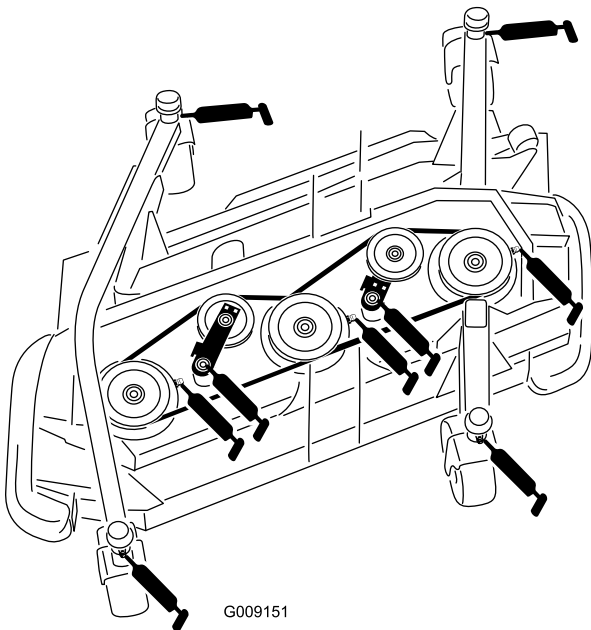

Bild 91
- Vier Laufradgabel-Wellenbüchsen (Bild 91)
- 3 Spindelwellenlager (im Spindelgehäuse), siehe Bild 91 .
- 2 Spannscheibenarm-Drehbüchsen (die sich auf der die Spannscheibe tragenden Drehgelenkwelle befinden), siehe Bild 91 .